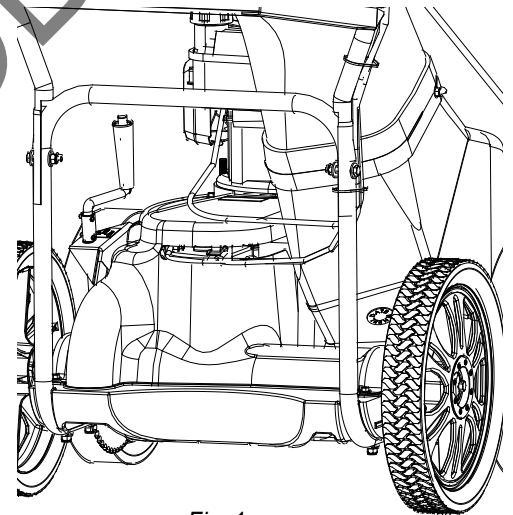

Fig. 1
1. Fäst kåpan i huset och håll den på plats under steg 2. **OBS:** Se till att alla kablar är dragna under kåpan och huset. (Se Fig. 1)